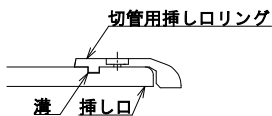

図78 切管用挿し口リングのセット
(2) 取付方法
- ① 溝内に砂などの異物が入っていないことを確認したら、専用の挿し口リング拡大器を用いて切管用挿し口リングを挿し口にセットする(図78)。